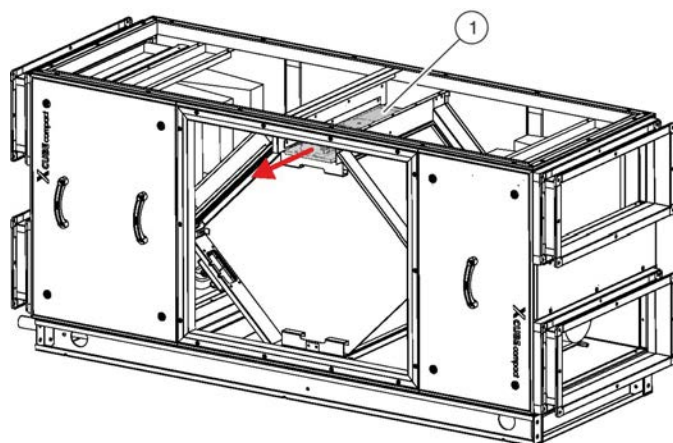

Fig. 27: Bac I&C
15. ▶ Retirer le bac I&C (Voir la Fig. 27/1).